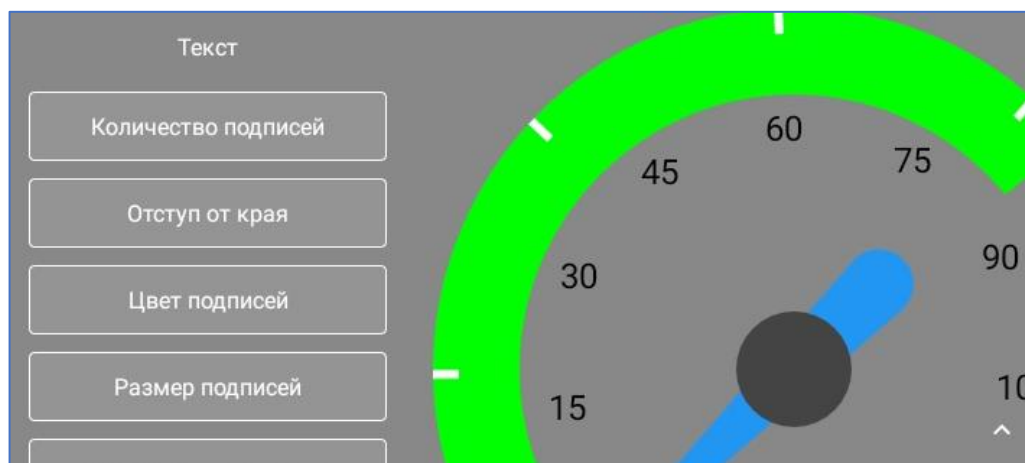

рис. 4.13. Группа настроек «Текст»
- **Группа настроек «Текст»** содержит всю информацию, относящуюся к подписям значений на шкале. Количество подписей определяет число подписей шкалы и их значения, которые получаются путем разбиения диапазона (между минимальным и максимальным значениями) на число подписей (рис. 4.13).